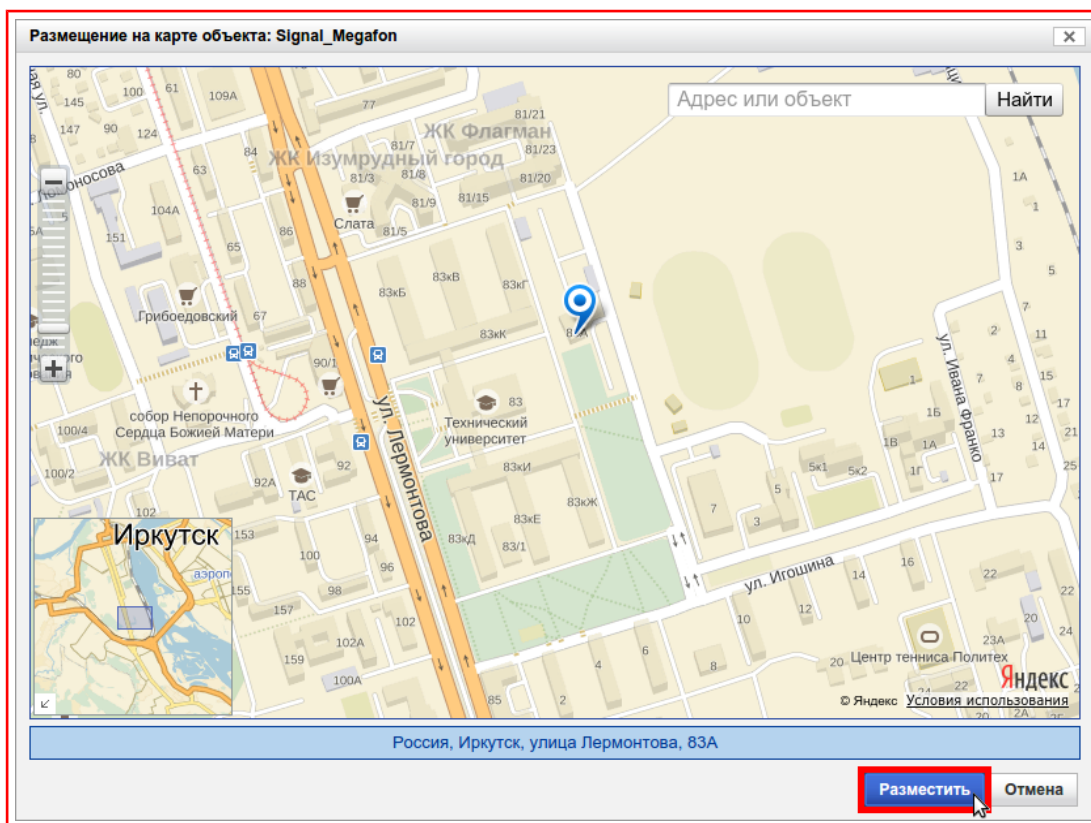

Рисунок 9.50 — Кнопка «Разместить»
4) Нажать на кнопку «Разместить», рисунок 9.50.